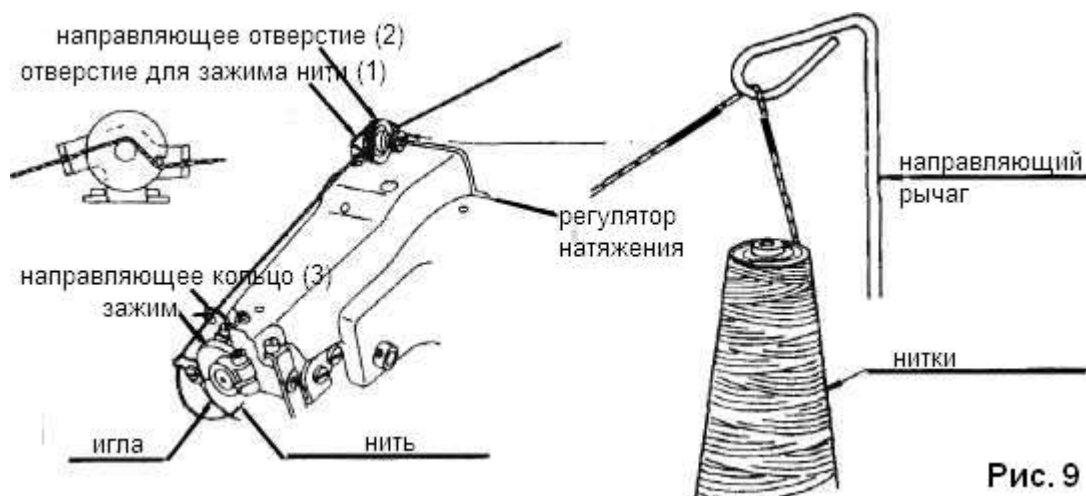

Рис. 9
4. Размещение нити (рис. 9, 10, 11, 12)
А. Чтобы использовать швейные нитки, оденьте их на подставку для ниток (рис. 9)
С. При смене способа расположения нити, используйте рис. 9